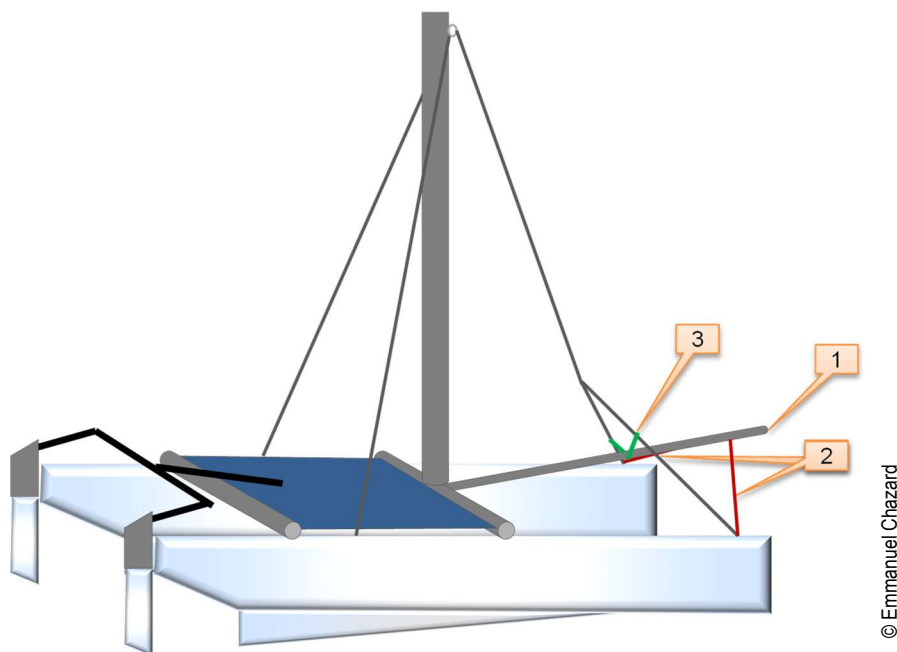

Figure 3. Positionnement du tangon
Dans tous les cas, l'installation du spi nécessite de disposer d'un tangon fixe (Figure 3).
Le texte qui suit légende la Figure 3. Le tangon est un tube en aluminium d'environ 2,5 m de long (1). Il est positionné dans l'axe sagittal. Son extrémité postérieure est articulée sur la traverse avant (bien que l'articulation soit théoriquement mobile, le tangon est fixe à l'usage). Il passe sous la patte d'oie, et est retenu par deux pantoires qui empêchent son ascension en utilisation (2). Pour éviter qu'il ne tombe à l'eau lorsqu'il n'est pas utilisé, il est habituellement retenu par une sangle élastique qui le tire vers le haut (3). A l'extrémité antérieure du tangon se trouve tantôt une poulie fixe, tantôt un enrouleur.